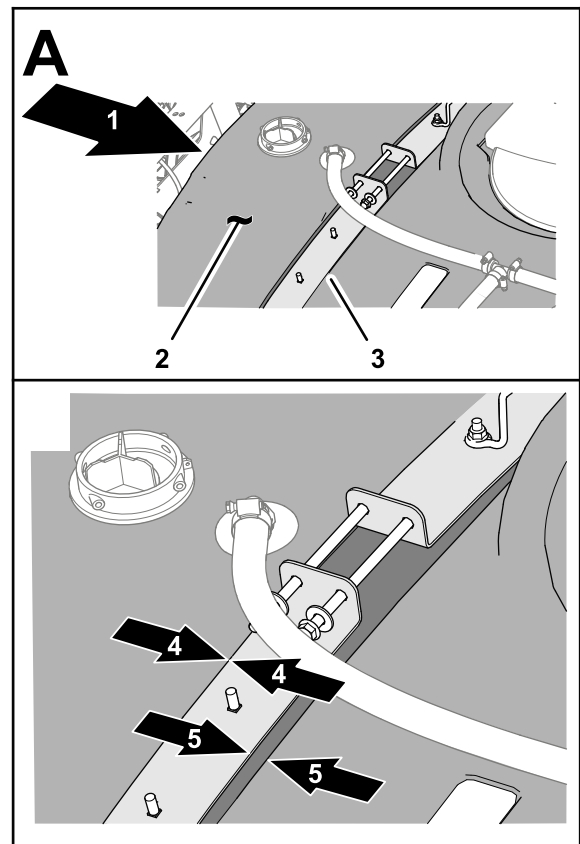

Bild 8
2. Versetzen Sie den Sprühbehälter nach vorne, bis die Riemen bündig mit der hintersten Schulter der in den Behälter eingegossenen Riemenverjüngung ausgefluchtet sind (Bild 8).